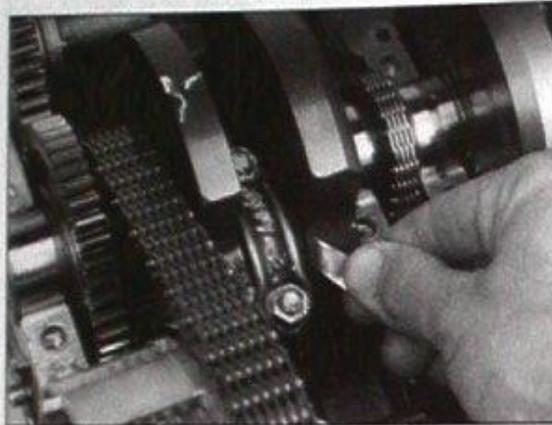

Bild 223
- $\sqrt{\square}$ Seitenspiel der Kurbelwelle im Motorgehäuse prüfen. Mit Fühlerlehre zwischen Pleuelwange und Hauptlager Spiel erfühlen (Bild 223). Sollwert: 0,13 mm – 0,38 mm; Verschleissgrenze: 0,50 mm.